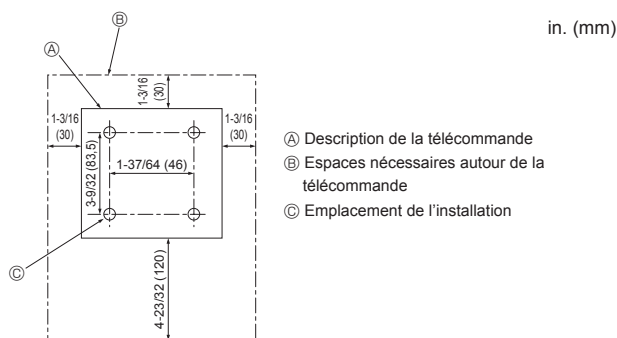

Fig. 5-5
1) Méthodes d'installation (Fig. 5-5)